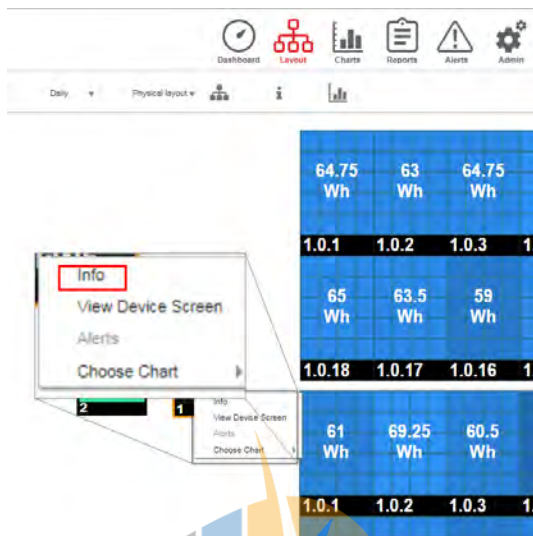
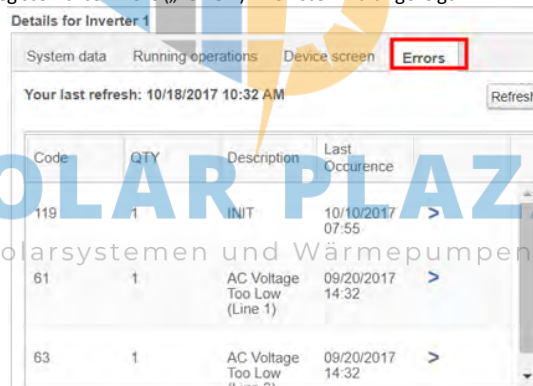

Abbildung 36: Wechselrichter-Menü
Abbildung 37: Wechselrichterdaten - Fehlerliste
2. Klicken Sie mit der rechten Maustaste auf den Wechselrichter und wählen Sie im Menü **Info** aus (Abbildung 36). Das Fenster mit den Wechselrichterdaten wird eingeblendet (Abbildung 37).